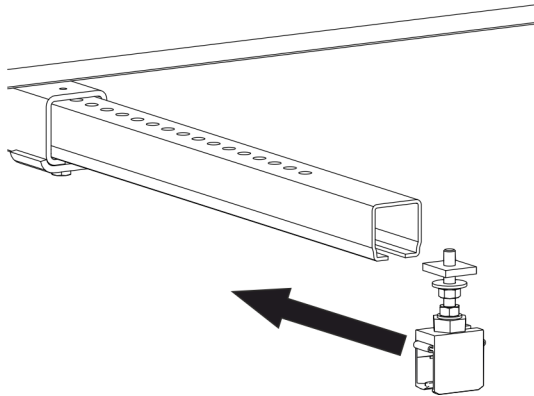

Abb. 52: Ersten Schienenhalter in Spannarm schieben
- Den ersten Schienenhalter in den Spannarm/C-Schiene schieben (siehe Abb. 52). Genaues Maß bitte den projektspezifischen Unterlagen entnehmen.